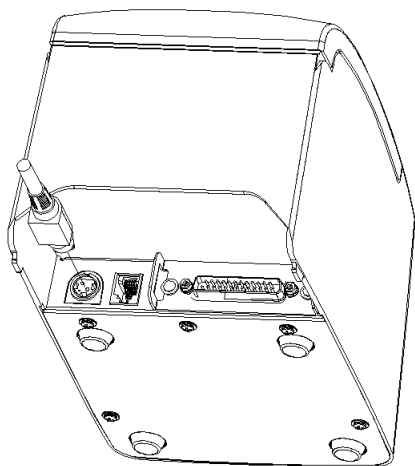

图 1-4 电源连接
- 2、 将电源电缆插头平直的一面朝下，插入打印机后面的电源接口内，如下图 1-4